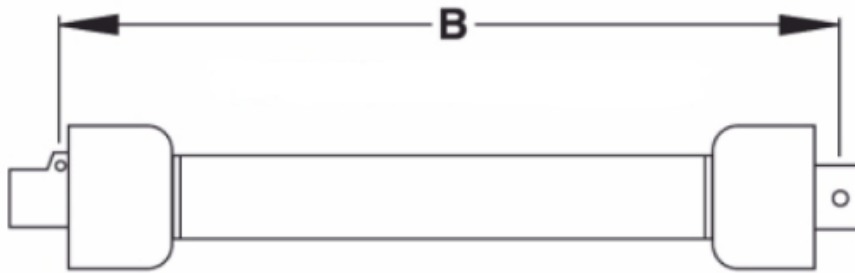

Рис. 3. Габариты карданного вала.
3.3 Проверка длины карданного вала В (по Рис. 3)